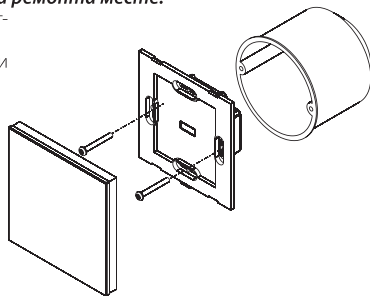

Рис.2. Установка панели
- 3.4. Зафиксируйте корпус панели в монтажной коробке (Рис.2).